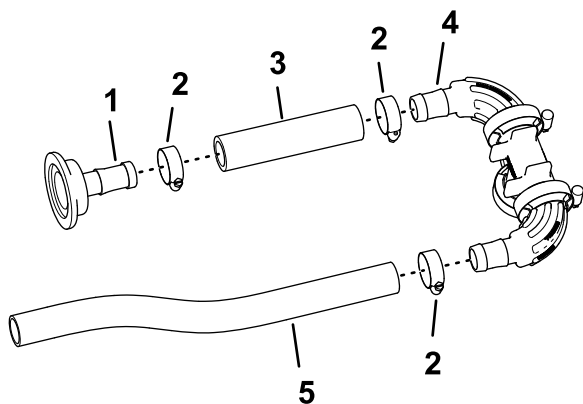

Рисунок 90
1. Подсоедините шланг (1 x 5¾ дюйма) к прямому шланговому штуцеру типа «елочка» (1 x 2 дюйма) с помощью шлангового хомута (от ¾ до 1½ дюйма) и затяните хомут от руки (Рисунок 90).
2. Подсоедините другой конец шланга (1 x 5 3/4 дюйма) к штуцеру типа «елочка» коллектора с помощью шлангового хомута, как показано на Рисунок 90, и затяните шланговый хомут от руки.
3. Подсоедините шланг (1 x 16 дюймов) к другому штуцеру типа «елочка» коллектора с помощью шлангового хомута и затяните хомут от руки (Рисунок 90).